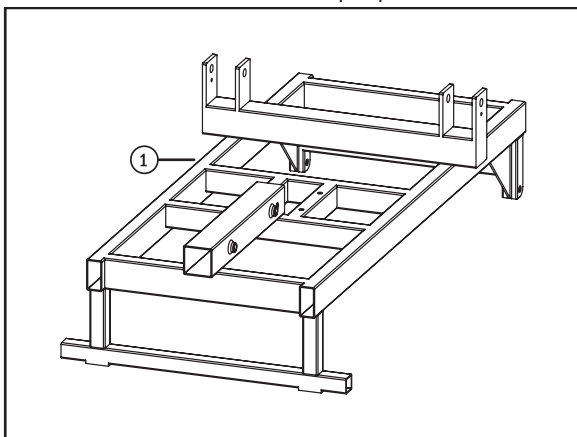

Fig. 1
Étape 4 : Disposez les pièces du châssis. Dans un endroit bien éclairé et avec suffisamment d'espace pour assembler et déplacer la remorque, posez le châssis principal (1) sur le sol, les tenons d'essieu orientés vers le haut, comme indiqué sur la fig. 1.